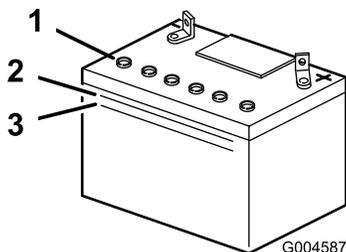

Figure 27
2. Observez le côté de la batterie. Le niveau de l'électrolyte doit atteindre le trait supérieur (Figure 27).
Remarque: Le niveau d'électrolyte ne doit pas descendre au-dessous du trait inférieur (Figure 27).
3. Enlevez les bouchons d'aération de la batterie (Figure 27)
4. Versez de l'eau distillée avec précaution dans chaque élément jusqu'au repère supérieur (Figure 27) sur le côté de la batterie.
5. Attendez 5 à 10 minutes après avoir rempli les éléments. Au besoin, ajoutez de l'eau distillée pour amener le niveau jusqu'au repère supérieur sur le côté de la batterie (Figure 27) .